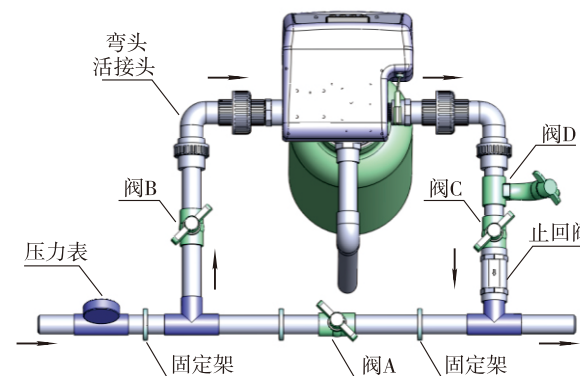

图1-2
② 安装进出水管
- a、如图1-2所示，在进水端安装压力表；